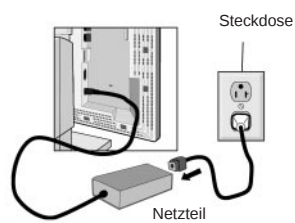

Abbildung E.1
5. Verbinden Sie das mitgelieferte Netzkabel auf der einen Seite mit dem AC-Adapter (Netzteil) und auf der anderen Seite mit einer Steckdose (Abbildung E.1).